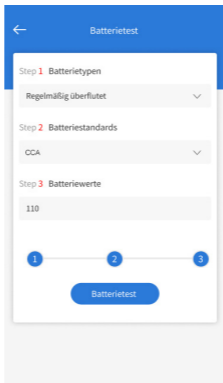

Abbildung 4.1.4
4. Geben Sie den Batteriekapazitätswert ein und tippen Sie auf Batterietest, um den Test zu starten (siehe Abbildung 4.1.4).